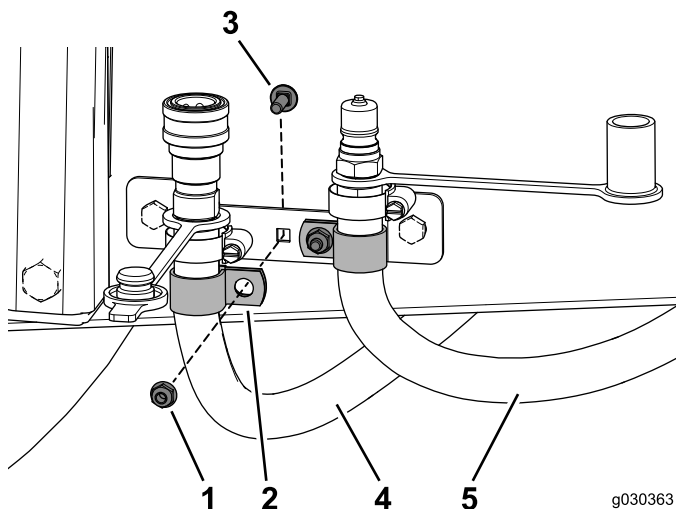

Figura 45
3. Coloque 1 abrazadera en R alrededor de cada una de las mangueras (Figura 45).
4. Fije la abrazadera en R con el perno de cuello cuadrado (1/4" x 3/4") y la tuerca con arandela prensada (Figura 45).